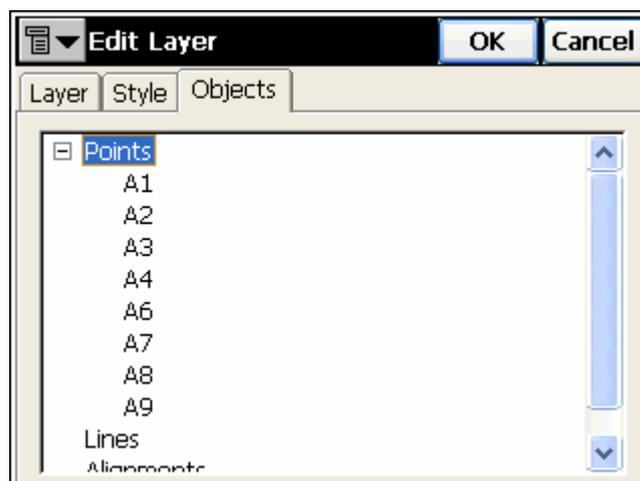

Рисунок 4-26. Объекты слоя
3. Для того чтобы редактировать слой, выделите его в окне **Layers (Слои)** и нажмите **Edit (Редактировать)**. В окне **Edit Layer (Редактировать слой)** измените необходимым образом параметры слоя и нажмите **OK**. Для того чтобы посмотреть, какие объекты относятся к данному слою, выберите вкладку **Objects (Объекты)** (рис. 4-26).
3. Чтобы добавить сегмент, нажмите кнопку **Add** (Добавить) и в окне **Segment** (Сегмент) введите параметры сегмента (код и смещение) (рис. 4-26). Нажмите **OK**.